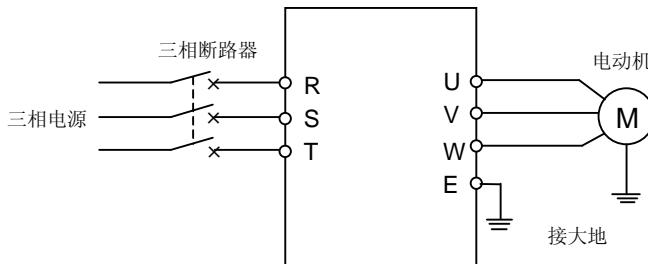

图 4-1 简单运行接线图
- ① 按图 4-1 接线；
- ② 确认接线无误后合上电源开关，接通电源，变频器先显示“P.oFF”，稍后显示“0”；
- ③ 选择变频器控制方式 ([F0.0]=0, V/F 控制; [F0.0]=1, 无感矢量控制)；
- ④ 确认频率设定通道为面板数字设定方式 ([F0.1] = 0)；
- ⑤ 根据变频器拖动电动机的额定铭牌数据，采用 V/F 控制方式时，需对参数[F1.3]、[F1.4]进行设置；采用矢量控制方式时，需对参数[F1.15]~[F1.18]进行设置。
- ⑥ 按 **FWD** 键启动变频器，变频器输出 0 频率，显示“0.0”；
- ⑦ 按 **▲** 键，增大设定频率，变频器的输出频率增加，电机转速加快；
- ⑧ 观察电机的运行是否正常，若有异常立即停止运行，并断电，查清原因后再运行；
- ⑨ 按 **▼** 键减小设定频率；
- ⑩ 按 **STOP** 键停止运行；并切断电源开关。